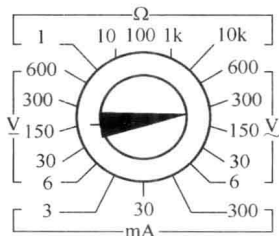

图 1-8 交流电压测量挡示意图
(2) 测量交流电压的功能。主要测量 220V 交流市电电压和电源变压器二次绕组输出电压。万用表转换开关置于交流电压挡，即“V~”挡，如图 1-8 所示。这一测量挡有许多挡位，测量不同大小的交流电压时使用不同挡位，通过转换开关进行挡位的转换。